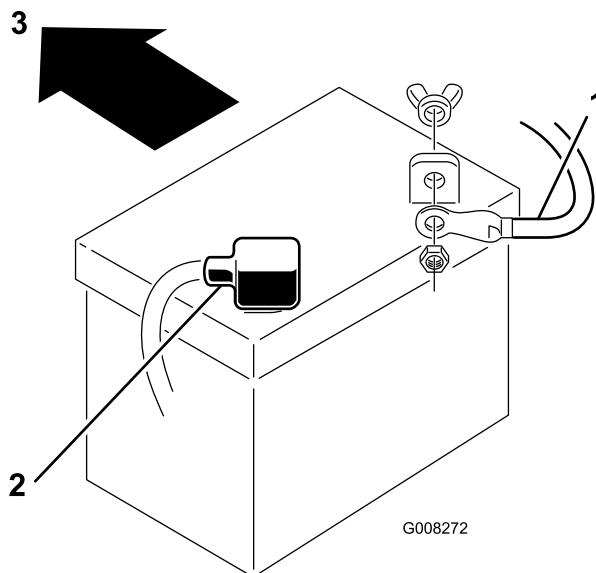

Figure 29
7. Débranchez le câble négatif (noir) de mise à la masse de la borne de la batterie (Figure 29).
9. Débranchez le câble positif (rouge) de la borne de la batterie (Figure 29).
1. Placez la batterie sur le châssis, en dirigeant les bornes vers l'arrière de la machine (Figure 29).
à oreilles (Figure 29). Glissez le capuchon en caoutchouc sur la borne de la batterie.
4. Connectez le câble négatif (noir) à la borne négative (-) de la batterie à l'aide du boulon et de l'écrou à oreilles (Figure 29). Glissez le capuchon en caoutchouc sur la borne de la batterie.